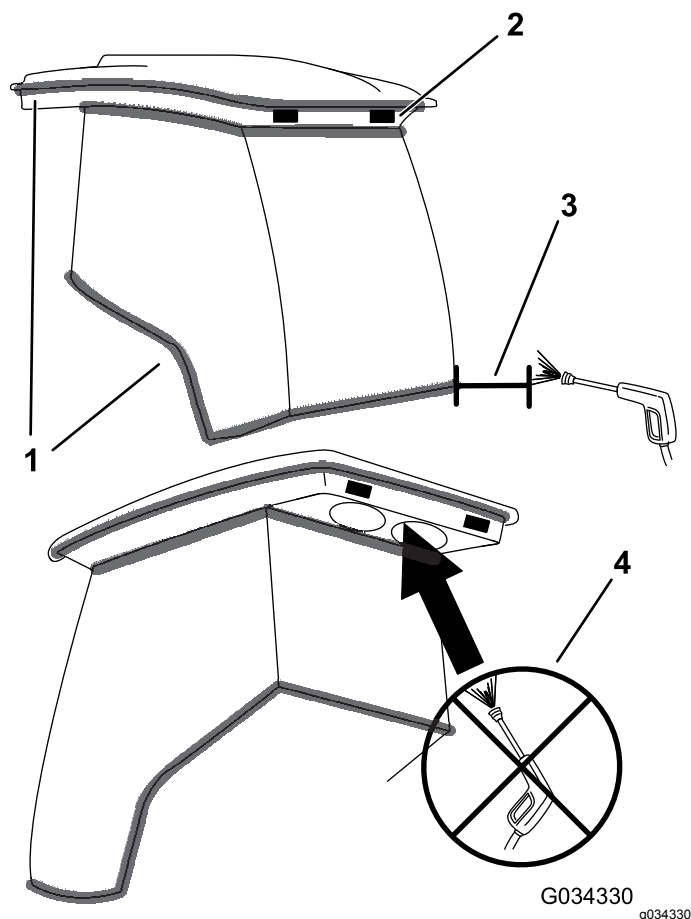

図 55
**重要**キャブのシール部分とライト部分に注意してください**図 55**。圧力洗浄機を使用する場合は、洗浄機のノズルをキャブから少なくとも 60cm 離して洗浄してください。キャブのシール部分、ライト、後部のオーバーハングに高圧洗浄機の水を直接吹き付けしないでください。